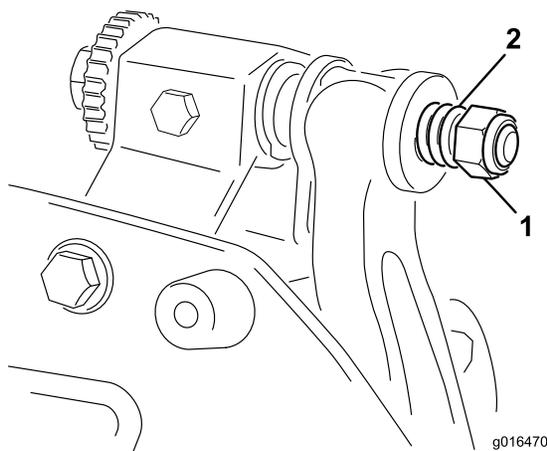

Figura 21
3. Serrate il dado di tensione della molla finché la molla non si schiaccia, quindi allentate di 1/2 giro (Figura 21).